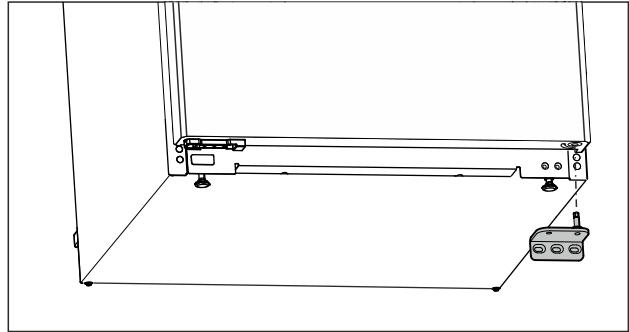

Fig. 15
- Detașați suportul de lagăr în jos. (vezi Fig. 15)